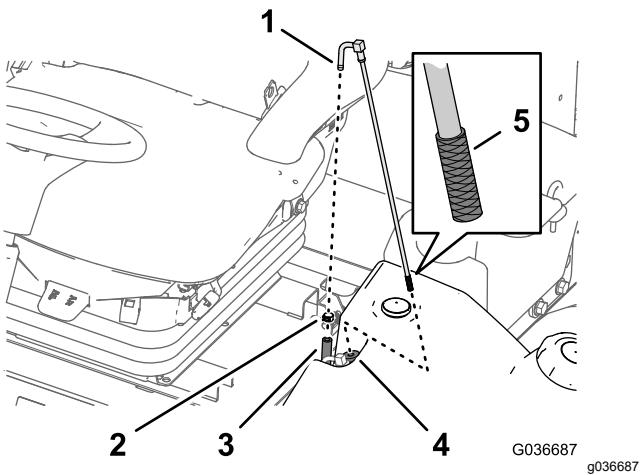

Рисунок 51
1. Снимите шланговый хомут, который крепит шланг подачи топлива к штуцеру топливозаборной трубы (Рисунок 51).
2. Отсоедините шланг от штуцера (Рисунок 51).
3. Извлеките топливозаборную трубку из топливного бака (Рисунок 51).
4. Очистите от загрязнений сетчатый фильтр на конце топливозаборной трубы (Рисунок 51).
5. Вставьте топливозаборную трубку в резиновую втулку и в бак (Рисунок 51).